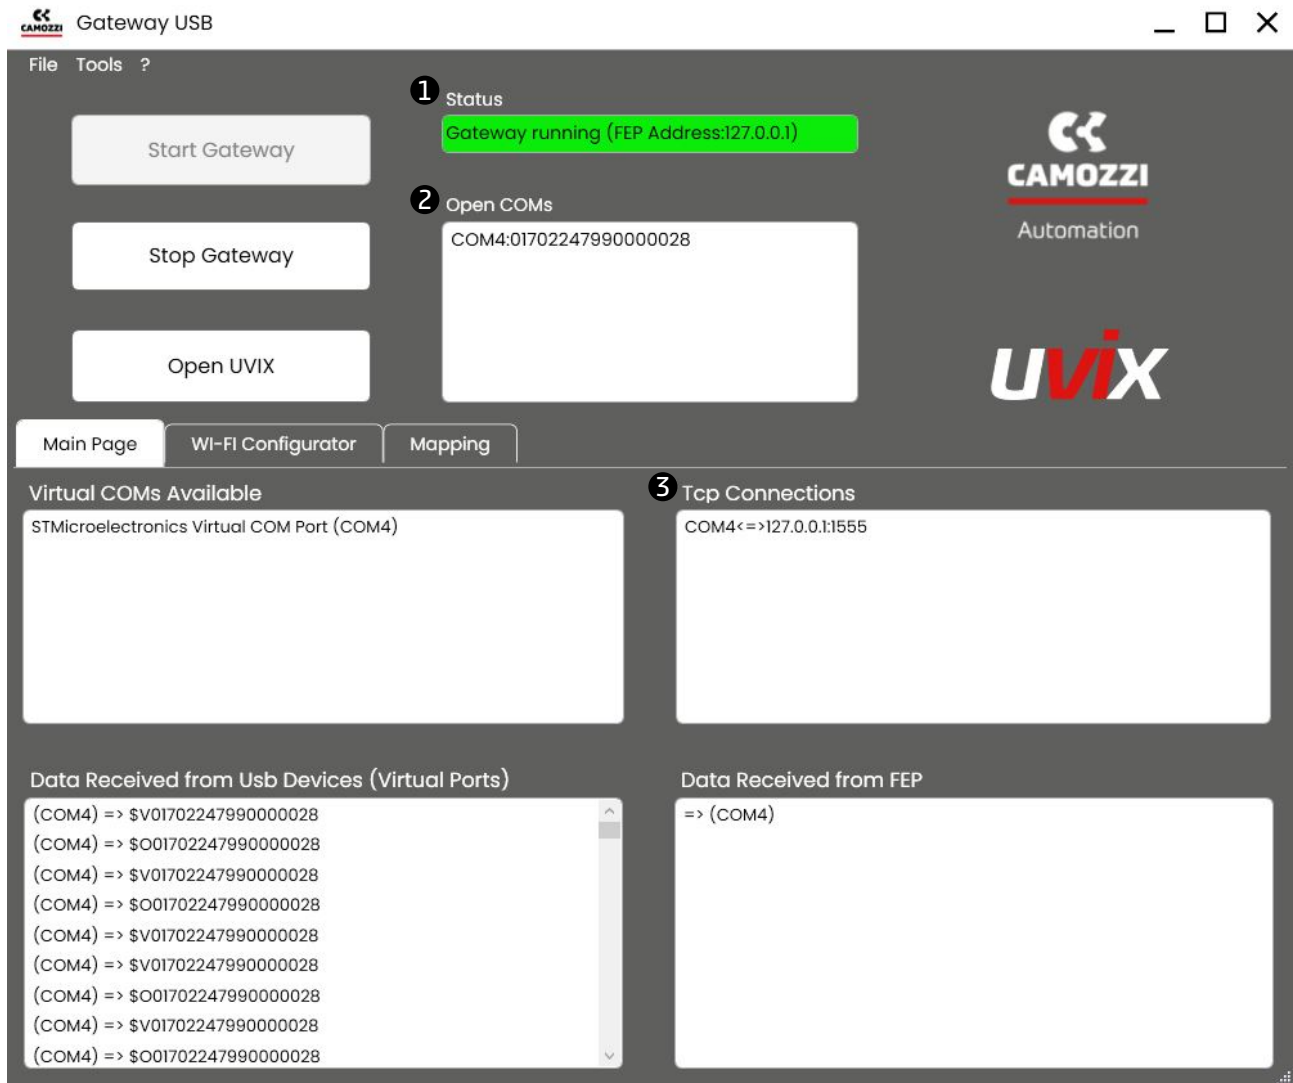

Figura 8.5: Verifica dello stato della comunicazione tramite Gateway USB
1. Se il dispositivo comunica tramite USB verificare lo stato da Gateway USB come mostrato in figura 8.5.